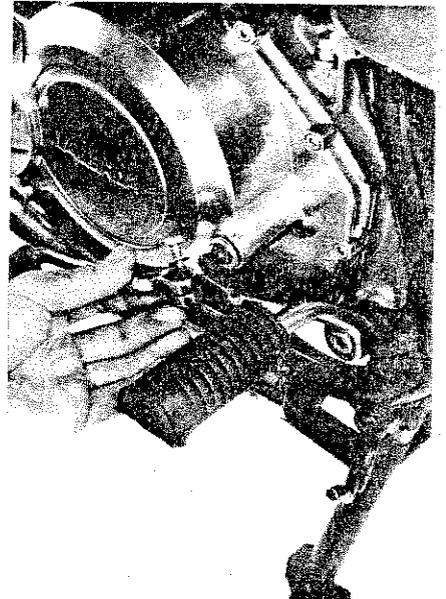

Fig. 104
- 2) Svitare completamente il bulloncino del pedale del cambio e togliere il pedale stesso con le rondelle. E' un utile accorgimento fare sul pedale e sul perno un segno per poter rimontare tutto come in origine (Fig. 104).
It is advisable to mark both the pedal and its shaft to ease the reassembly (Fig. 104).